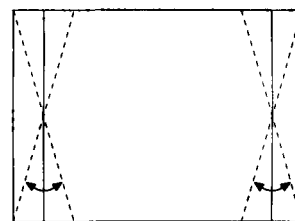

Fig. 6
- d) Ajustar E-W TRAPEZOID para obtener el mismo resultado que la Fig. 6.